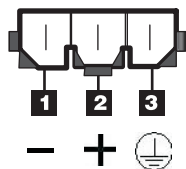

图 73. 直流电源接口 - 插脚位置
3. 将直流电源线与电源连接。请参阅第 75 页的图 73, 以了解直流电源接口插脚位置。